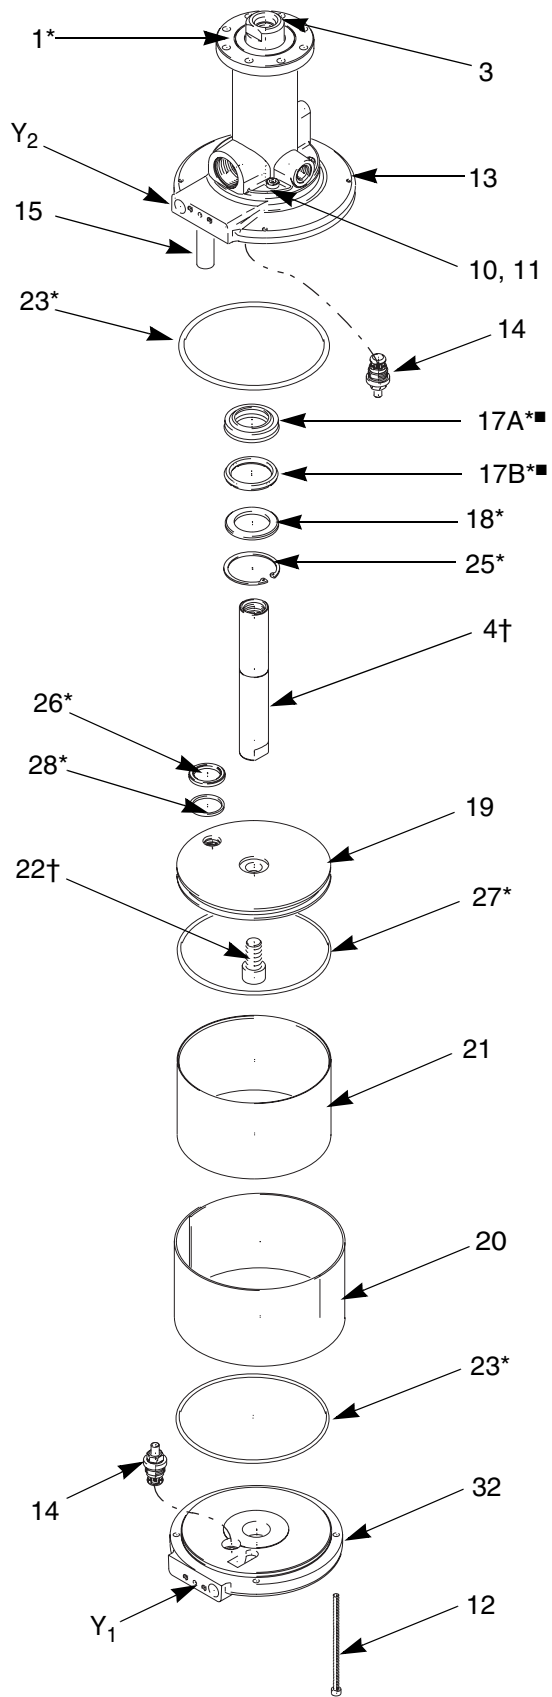

Fig. 8
2. Desmonte la válvula de aire (29) y las juntas (34\*) (página 19).
3. Retire los tornillos (12). Retire la tapa del cilindro (32) del motor neumático. Retire la válvula piloto (14) y la junta tórica (23\*) de la tapa. Vea FIG. 8.
4. Retire la tapa redonda (20) y el cilindro (21). Inspeccione la superficie interna del cilindro en busca de arañazos u otros daños. Vea FIG. 8.
5. Retire los tornillos (10) y las arandelas de seguridad (11). Compruebe que el pistón (19) está en posición completamente extendida (el encarte roscado (3) sobresale por la parte superior del alojamiento).
6. Retire el encarte roscado (3) de la parte superior del alojamiento y saque el pistón (19) y el eje (4†) por la parte inferior del alojamiento. Para evitar daños en el eje, no incline el pistón. Retire la junta tórica (27\*). Vea FIG. 8.
7. Inspeccione el eje del pistón (4†) en busca de signos de desgaste o daños. Si el eje está dañado, desarme el conjunto del pistón. Conserve el pistón (19) para volver a utilizarlo. Deseche el eje del pistón (4†) y el tornillo de la tapa (22†). Estas piezas deben reemplazarse juntas.
8. Retire la junta tórica (23\*) y la válvula piloto (14) de la base del motor neumático (13). Utilice la herramienta de extracción de clips para sacar el clip en c (25\*), y después saque la arandela (18\*), el anillo y el sello (17A\* y 17B\*). Anote la orientación de estas piezas. Vea FIG. 8.
1. Lubrique la junta tórica y el núcleo central de la base (13). Instale el sello (17B\*) con la ranura dirigida en dirección contraria a los fuelles, y después instale el anillo (17A\*) en la ranura con las muescas dirigidas hacia arriba. Instale la arandela (18\*) con el lado plano dirigido hacia arriba, y después el anillo de retención (25\*). Vea FIG. 8.
2. Instale la junta tórica (23\*) y la válvula piloto (14) en la base del motor neumático. Apriete la válvula piloto a un par de 25 N.m.
3. Si había desarmado el pistón, vuelva a montar el tornillo de la tapa (22†), el pistón (19) y el eje (4†), utilizando Loctite® del kit en las roscas. Vea FIG. 8. Asegúrese de que la parte plana del pistón está dirigida hacia abajo. Apriete el tornillo de la tapa a un par de 150–163 N.m.
5. Coloque la junta tórica (27\*) en el pistón (19). Engrase el eje del pistón (4†) y la junta tórica (27\*), e introduzca cuidadosamente el eje del pistón por el orificio de la base (13). Alinee el orificio del pistón con el perno de orientación (15) de la base hasta que el pistón descansa contra la base.
6. Instale las arandelas de seguridad (11) y los tornillos (10). Apriete a un par de 10–11 N.m.
8. Instale el encarte roscado (3) en el extremo del eje desde el lado opuesto, y apriételo.
9. Engrase abundantemente la mitad inferior de la superficie interna del cilindro (21). Instale el cilindro y la tapa lateral (20). Vea FIG. 8.
10. Instale la junta tórica (23\*) y la válvula piloto (14) en la superior interior de la tapa inferior (32). Apriete la válvula piloto a un par de 25 N.m. Lubrique la junta tórica. Instale la tapa inferior (32), asegurándose de que el orificio de la válvula de aire (Y1) está orientado en la misma dirección que el orificio de la base (Y2). Apriete los tornillos (12) a un par de 10–11 N.m. Vea FIG. 8.